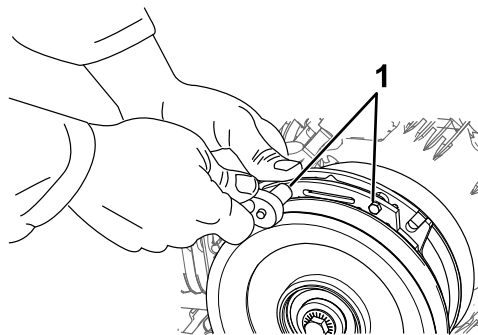

図 60
- A. 図 60に示すように、両方のブレーキ取り付けボルトを 1/2-1 回転ゆるめる。